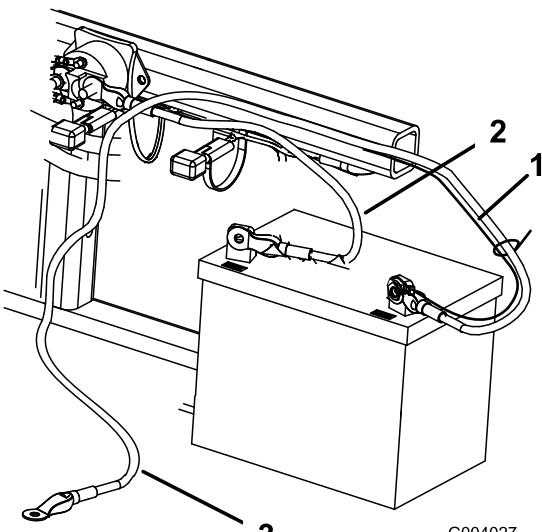

図 6
- ボルト $\frac{1}{4} \times \frac{5}{8}$ "とロックナットで、赤いプラス+ケーブルをバッテリーのプラス+端子に固定する(図6)。
3. ボルト $\frac{1}{4} \times \frac{5}{8}$ "とロックナット $\frac{1}{4}$ "で、細い黒ワイヤーと黒いマイナスケーブルをバッテリーのマイナス端子に固定する図 6。